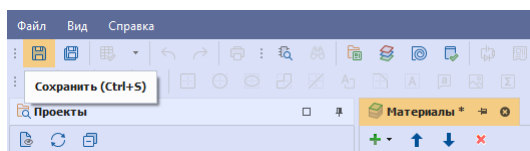

Рис. 5 Кнопка «Сохранить»
5. Сохраните изменения, нажав «Сохранить» или «Сохранить все» на панели инструментов «Общие», см. Рис. 5.
3. Сохраните изменения, нажав «Сохранить» или «Сохранить все» на панели инструментов «Общие», см. Рис. 5.